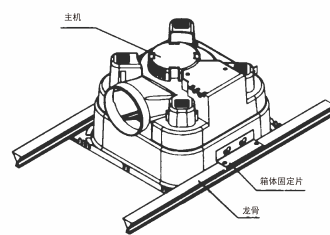
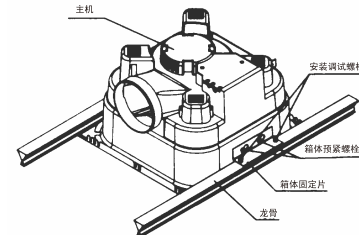

图4
图5
- 6、按电气原理图接通电源，检查整机性能是否良好。(见图4、图5)